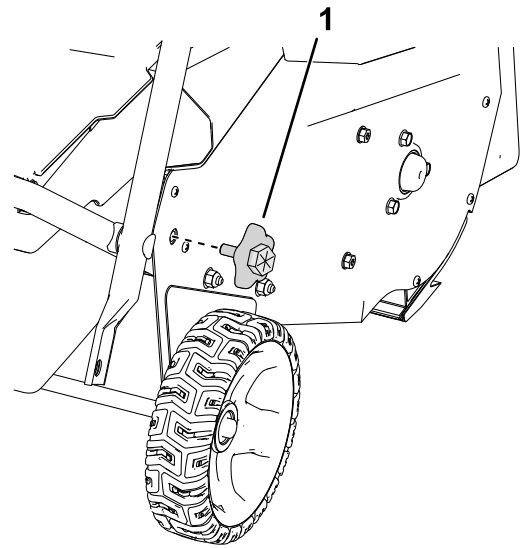

Figura 5
4. Remova os manípulos da pega inferior de ambos os lados da máquina (Figura 5).